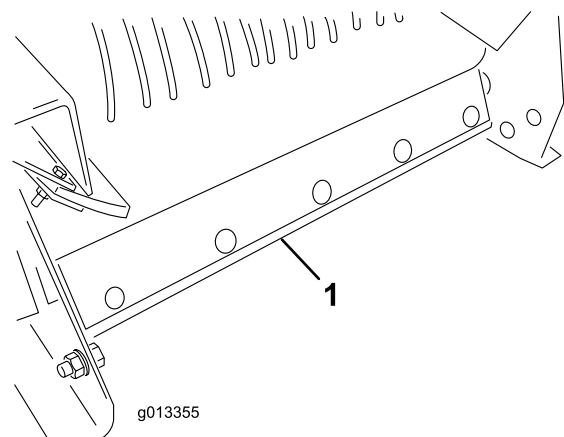

Bild 50
5. Entfernen Sie den Abstreifer zur Förderbandreinigung am Heck des ProPass (Bild 50).